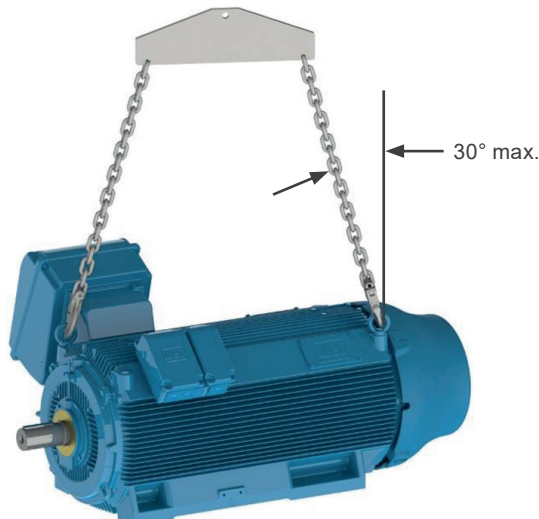

Figura 4.5: Ângulo máximo resultante para motores HGF, W40, W50 e W51 HD horizontais
- Para motores HGF, W40, W50 e W51 HD, conforme Figura 4.5 na página 168, o ângulo máximo resultante deve ser de 30° em relação ao eixo vertical.